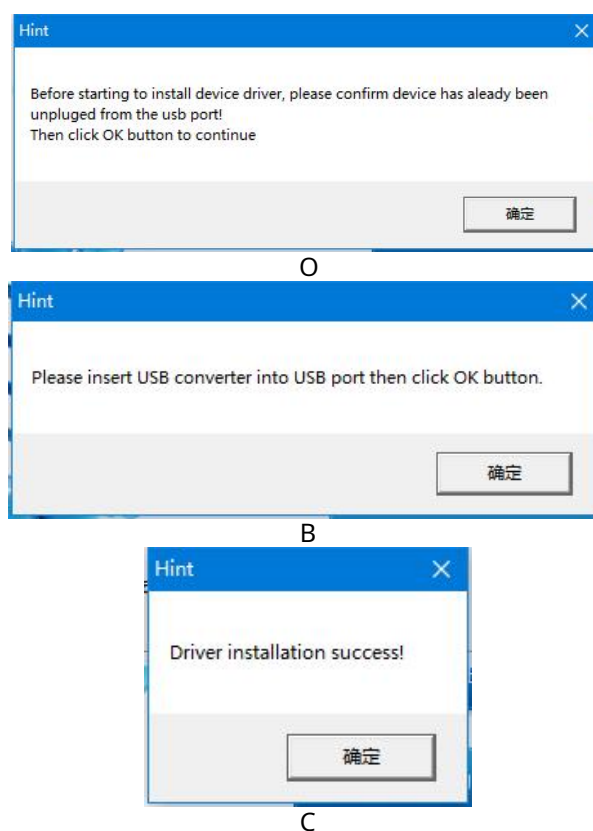

Fig 3-4
- ▶ Dacă este necesar un cablu convertor USB-TO-RS232, faceți clic pe „**Instalați driverul USB**” din ecranul Autorun și urmați instrucțiunile asistentului de instalare (Fig 3-4). **Nu conectați cablul USB la computer înainte de a instala driverul convertorului USB.** Conectați cablul USB la computer când primiți următorul indiciu (Fig 3-4 B).